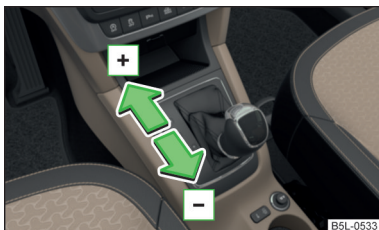

Fig. 129
- Para **subir la marcha**, pulsar la palanca selectora hacia adelante **[+]**» fig. 129.
- Para **bajar la marcha**, pulsar la palanca selectora hacia atrás **[-]**» fig. 129.